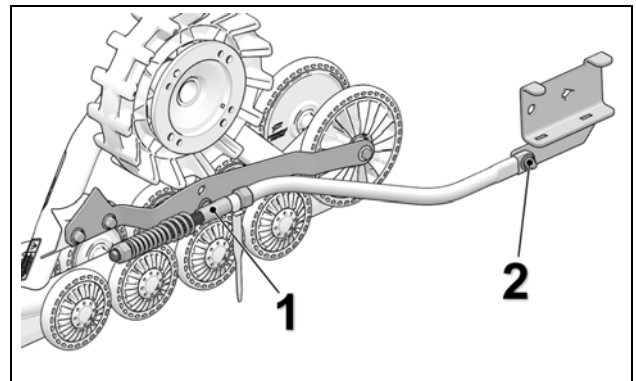

Figure 9
- Le bras stabilisateur doit être fixé au système de traction (1) et à l'ancrage arrière (2) installé au véhicule. Voir la Figure 9.
**NOTE :** L'ancrage arrière (2) installé sur le véhicule peut différer de celui montré dans l'illustration.